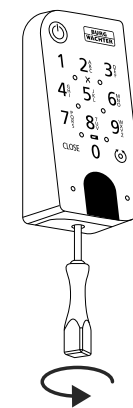
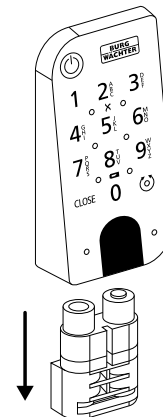

Fig. 7
Fig. 8
- 3 Applicare il tastierino nella posizione desiderata sulla parete (Fig. 8).
- 1 Rimuovere la vite dal lato inferiore del tastierino con il cacciavite Tx8 in dotazione (Fig. 7) ed estrarre il vano batteria dal basso (Fig. 8).